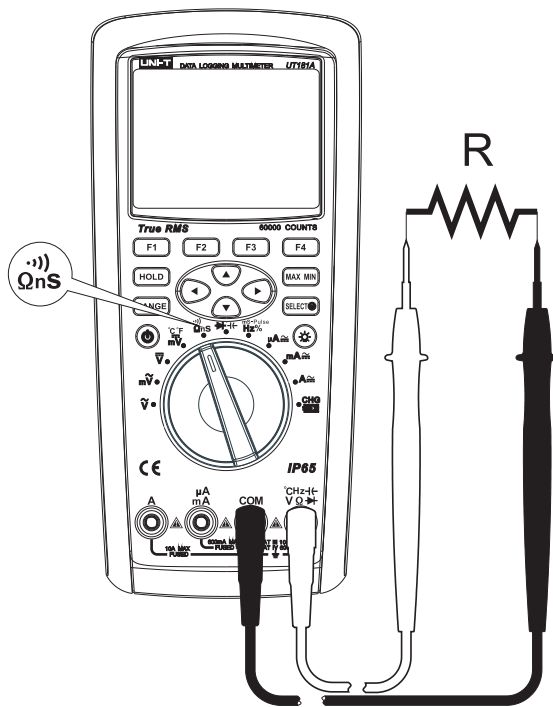

图8
- 2) 将仪表的旋钮开关转到“ Ω ”测量档，默认当前为电阻测量 Ω 档，如图8，将表笔并联到被测电阻两端。
- 2) 将仪表的旋钮开关转到“ Ω ”测量档，按SELECT键选择电导60nS测量档，如图8，将表笔并联到被测电阻两端。
- 2) 将仪表的旋钮开关转到“ Ω ns”测量档，按SELECT键选择通断测试档，如图8，将表笔并联到被测电阻两端。按功能键MENU(菜单)进入菜单项，如按 SHORT(菜单)键，则蜂鸣器选择短路发声警告，被测两端之间电阻 $<10\Omega$ ，蜂鸣器连续发声 $>50\Omega$ ，蜂鸣器不发声。如按 OPEN(菜单)键，则蜂鸣器选择开路发声警告，被测两端之间电阻 $>50\Omega$ ，蜂鸣器连续发声， $<10\Omega$ ，蜂鸣器不发声。